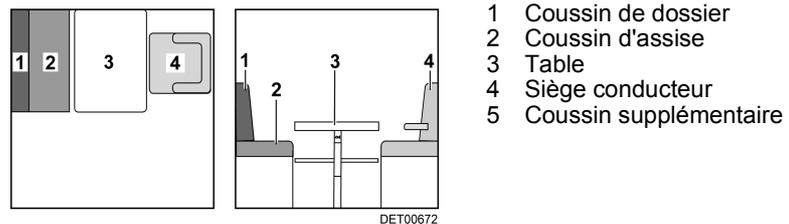

Fig. 49 Avant la transformation
- Tourner le siège conducteur (Fig. 49,4) et le pousser complètement vers l'avant.
- Convertir la table (Fig. 49,3) en sommier de lit (voir paragraphe 7.6.1).